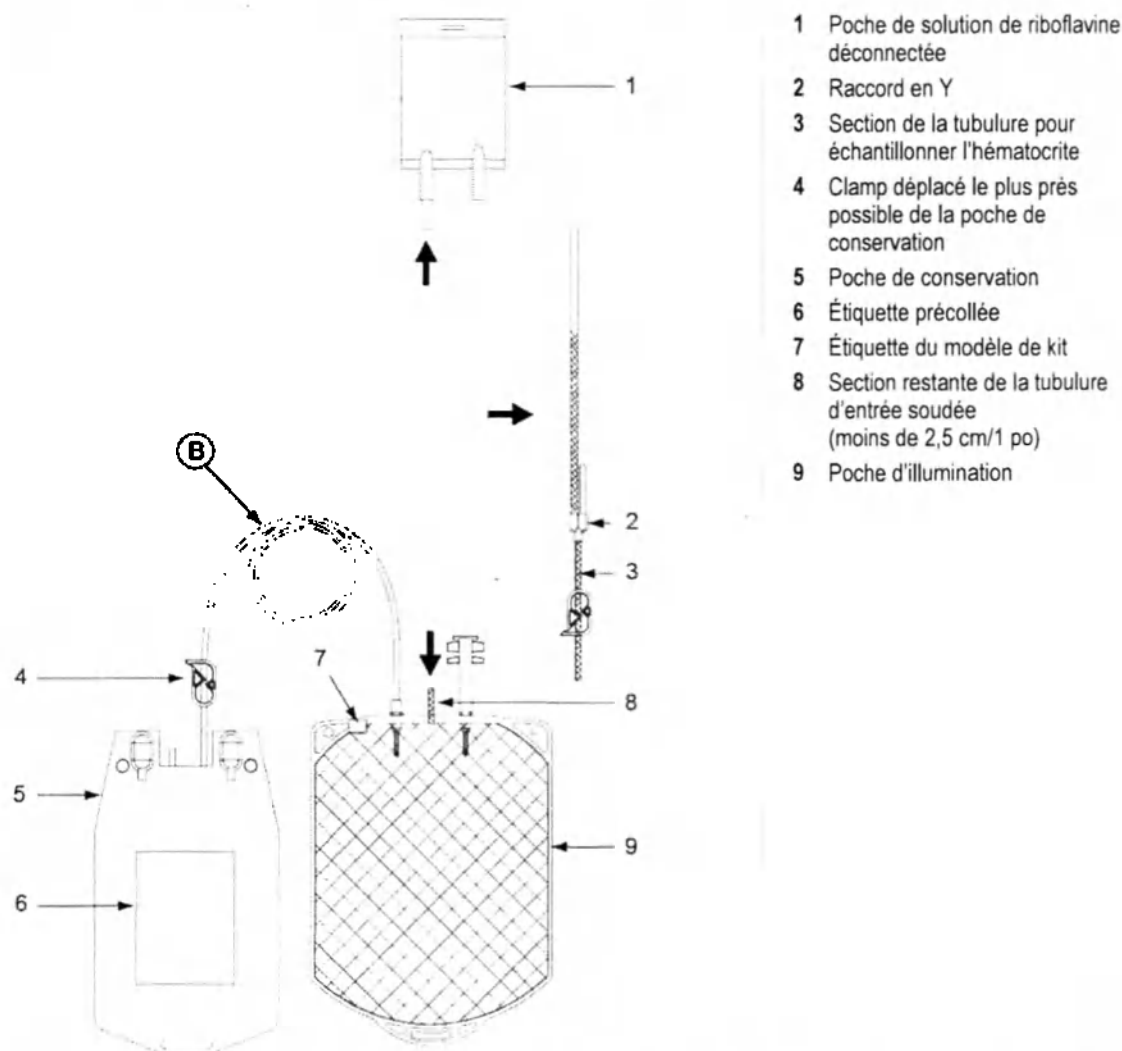

Figure 8 : Poche de solution de riboflavine et section d'échantillonnage de l'hématocrite correctement soudées et déconnectées
10. À l'aide d'une soudeuse, souder définitivement la ligne d'entrée juste en dessous de la poche de solution de riboflavine (voir la figure 8).
12. À l'aide d'une soudeuse, souder définitivement la ligne d'entrée le plus près possible de la poche d'illumination à l'aide d'une soudeuse. Pour que l'ensemble se place correctement dans l'illuminateur, la longueur de la section soudée de la ligne d'entrée doit être inférieure à 2,5 cm (1 po). Déconnecter la section de tubulure se trouvant entre la poche d'illumination et la poche de solution de riboflavine. Cette section mesure environ 18 à 30 cm (8 à 12 po). Voir la figure 8. Elle sera utilisée pour prélever un échantillon d'hématocrite.
14. Déplacer le clamp sur la ligne entre la poche de conservation et la poche d'illumination (ligne ⑤) afin qu'il soit le plus près possible de la poche de conservation (voir la figure 8).